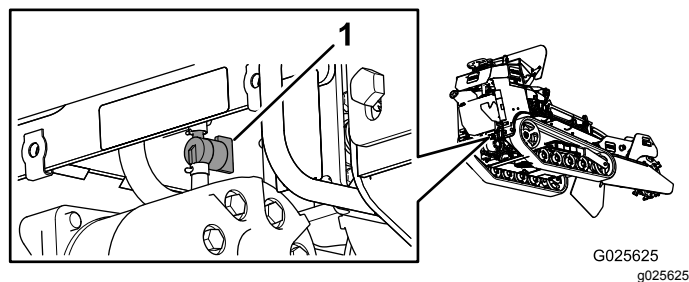

図 41
4. 燃料バルブを閉じる 図 41。
5. 燃料バルブについているホースのエンジン側のホースクランプをゆるめて、バルブから離れた位置に移動させる 図 41。
6. 燃料ラインをバルブから抜き取る 図 41。